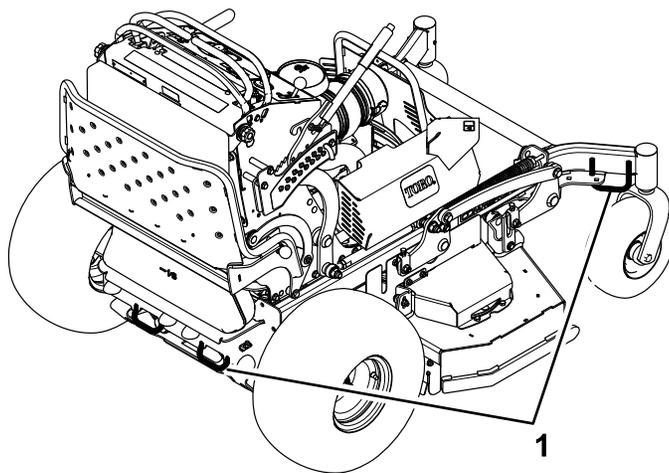

Рисунок 27
7. С помощью строп, цепей, тросов или канатов закрепите машину в точках, расположенных рядом с передними поворотными колесами и на заднем бампере (Рисунок 27). Изучите местные нормативные документы по требованиям к креплению оборудования.